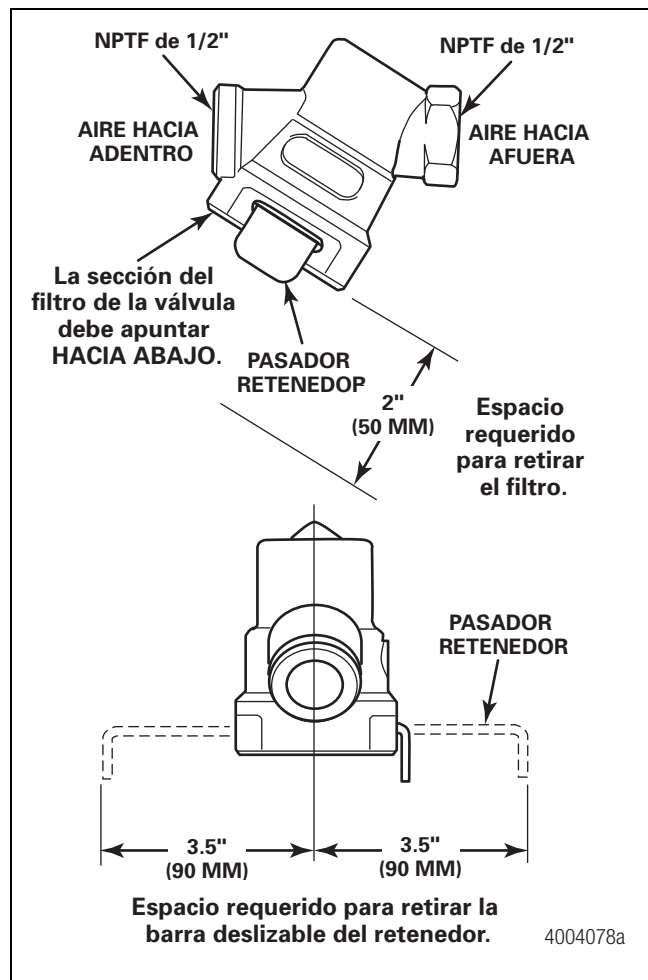

Figura 15
- La válvula del filtro en línea debe ser instalada con la sección del filtro apuntando HACIA ABAJO, de manera que los puertos de la línea de aire queden en posición horizontal. Figura 15.
- Deje suficiente espacio libre para dar servicio a la válvula. Se requiere un mínimo de 3.5 pulgadas (90 mm) para liberar la barra deslizante del retenedor y un mínimo de dos pulgadas (50 mm) para poder retirar e instalar los componentes internos. Figura 15.